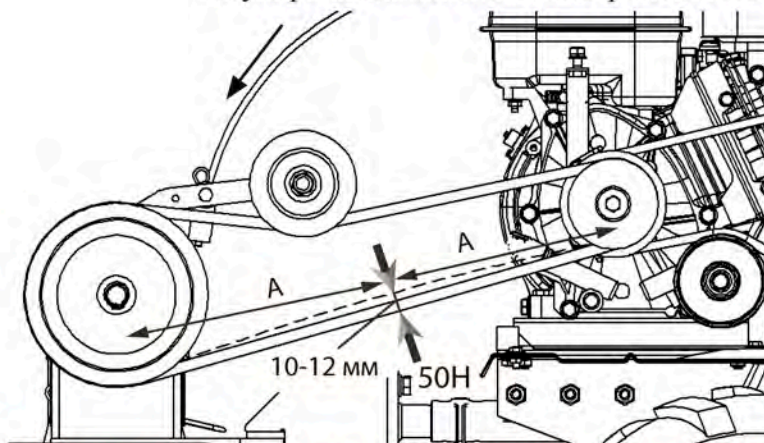

рис. 1
10. После завершения работы выводите из зацепления рычаг включения/отключения сцепления клиноременной передачи (исходное положение рукоятки на рис. 1).